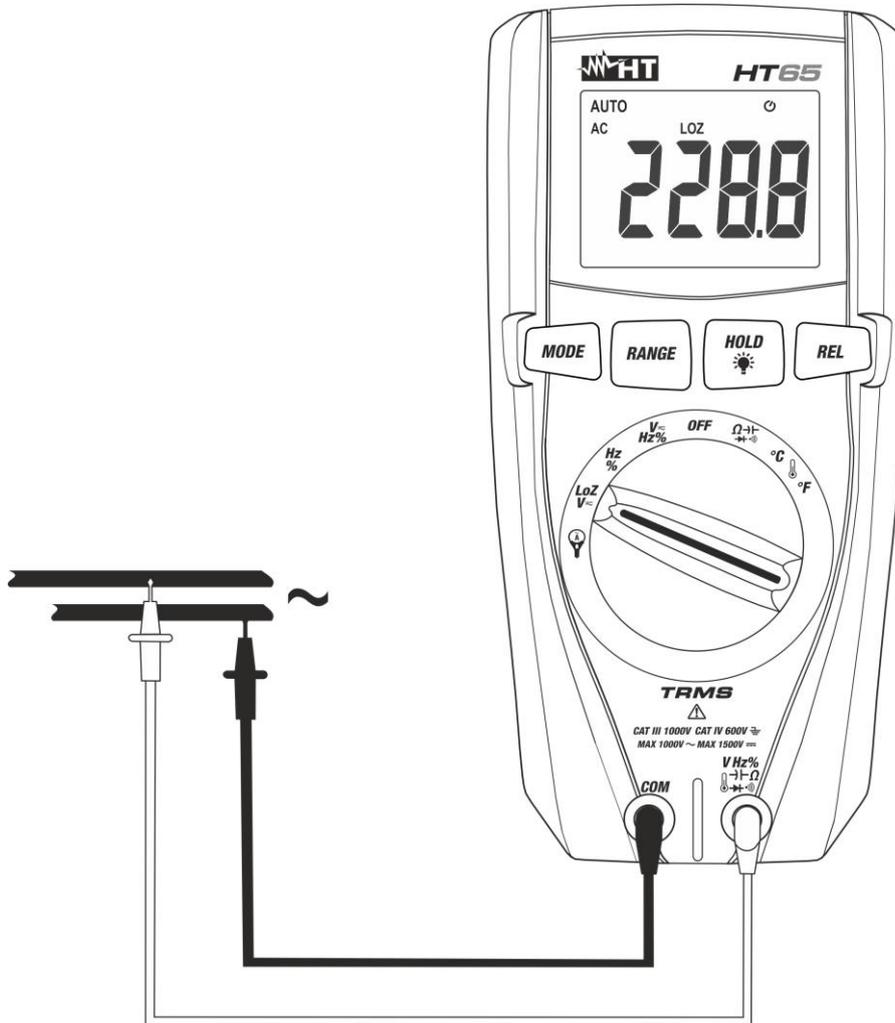

Abb. 4: Verwendung des Gerätes für Spannungsmessung mit niedriger Impedanz (LoZ)
4. Verbinden Sie die rote Messleitung mit den gewünschten Messpunkten des zu messenden Kreises (siehe Abb. 4) oder die schwarze Messleitung mit dem jeweils positiven und negativen Potenzial des zu messenden Kreises (siehe Abb. 2). Der Spannungswert erscheint auf dem Display.